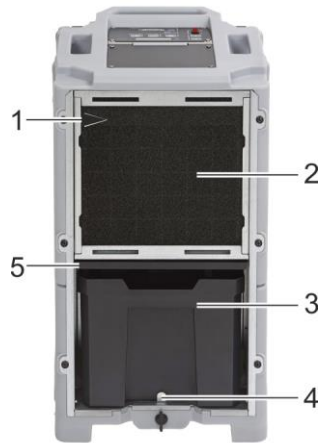

Abb. 2: Luftentfeuchter Serie AD 740 (Rückansicht)
Der Wasserauffangbehälter befindet sich im Luftentfeuchter (Abb. 2, Pos. 4). Der Füllstand des Wasserauffangbehälters wird über einen Schwimmer gemessen und der Luftentfeuchter ausgeschaltet, wenn der Behälter voll ist.
1. Lösen Sie die Verriegelung des Wasserauffangbehälters an der Eimerverriegelung (Abb. 2, Pos. 4 auf Seite 8).
4. Befestigen Sie den Kondensatablaufschauch am Kondensatablaufstutzen (Abb. 2, Pos. 6) und sichern Sie ihn mit einer Schlauchschelle.